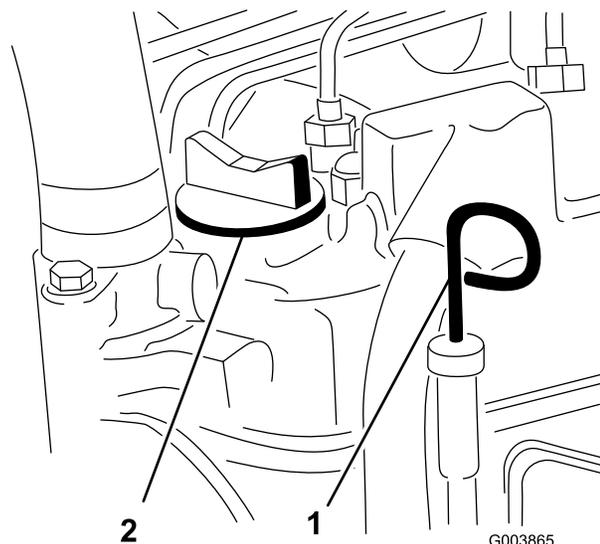
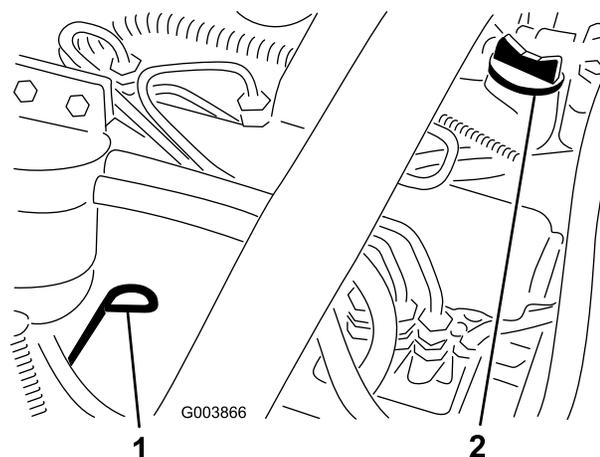

図 23
図 24
3. ディップスティック（RM5200-Dは図 23、RM5400-Dは図 24）を引き抜き、ウェスで拭き、もう一度差し込む。